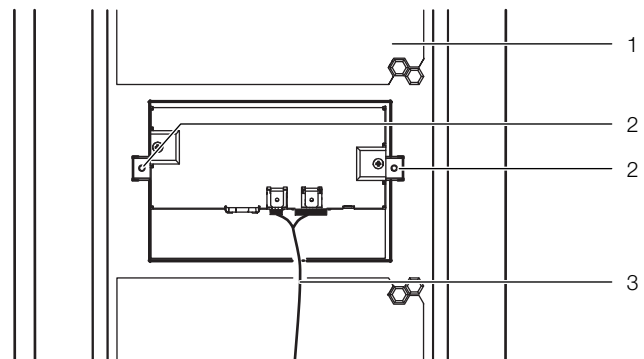

Abb. 59: Befestigen des Displays
- Schieben Sie das Display von außen in den Ausschnitt ein, bis es vorne an der Tür (Abb. 59, Pos. 1) des Liquid Cooling Package anliegt.
- Ziehen Sie von innen die beiden Befestigungsschrauben (Abb. 59, Pos. 2) an (IS 2,5).